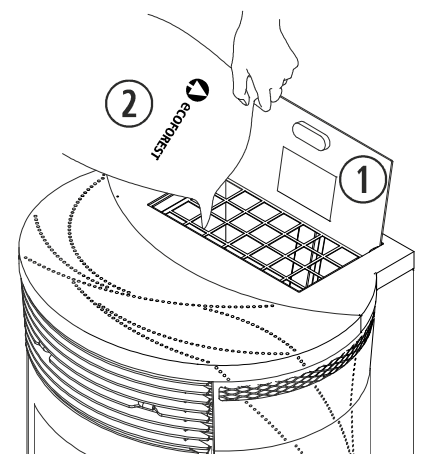

Figura 1
- 2.10. Para realizar la carga de combustible en la estufa, debemos abrir la tapa de la tolva y vaciar el saco de combustible con cuidado, para evitar que rebose el combustible. Ver *figura 1* (Atenas).
①	Tapa de la tolva.
②	Combustible.